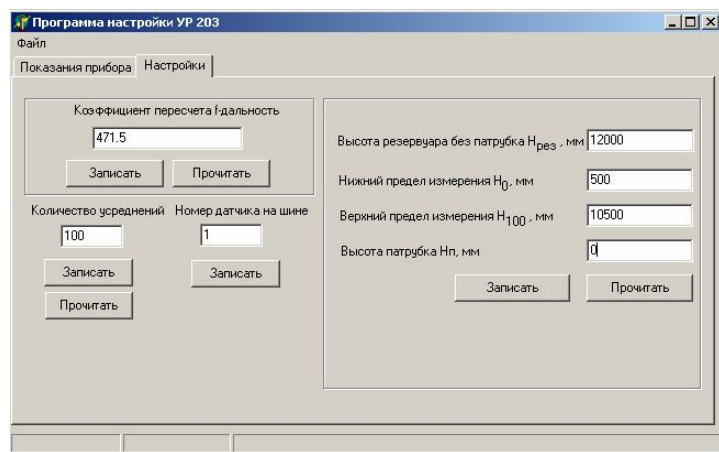

Рис. 4 – Диалоговое окно программы настройки. Вкладка «Настройки»
- 6) запустите файл UP 203.exe. На экране компьютера должно появиться диалоговое окно «Программа настройки UP 203». Перейдите ко вкладке «Настройки» (рис. 4) и приступите к конфигурированию;